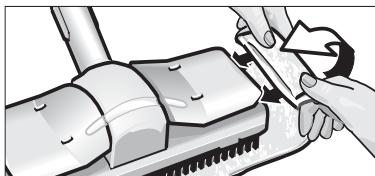

Fig. 11: Tendere lo strofinaccio
- Fissare lo strofinaccio (H3) alla bocchetta per pavimenti (H1). A tal fine piegare lo strofinaccio in senso longitudinale e poggiarvi sopra la bocchetta per pavimenti. Tirare una dopo l'altra le estremità sporgenti dello strofinaccio sotto le mollette di arresto (H2) (si veda fig.11).